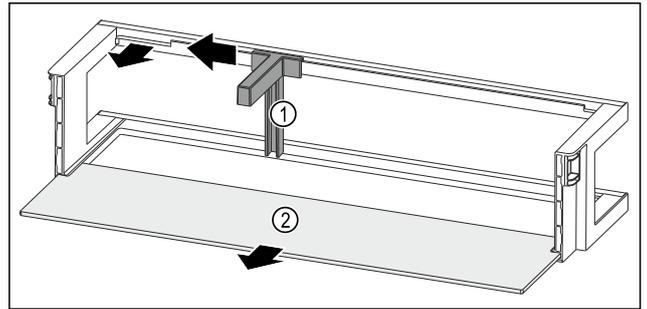

Fig. 86 Raft montat pe ușă cu suport pentru sticle și raft
- ▶ Împingeți în lateral suportul pentru sticle Fig. 86 (1) până la degajare.
- ▶ Extrageți suportul pentru sticle Fig. 86 (1).
- ▶ Extrageți raftul Fig. 86 (2).